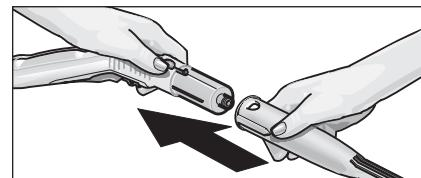

Fig. 2: Påsætning af tilbehør på damppistolen
- Forbind den ønskede tilbehørsdel (D1,E1,F1) med damppistolen (C1). Stik den rørformede ende af det valgte stykke tilbehør på dampistolens (C1). Skub tilbehørsdelen på dampistolens og lad åbnetasten (C2) gå i hak (se fig. 2).